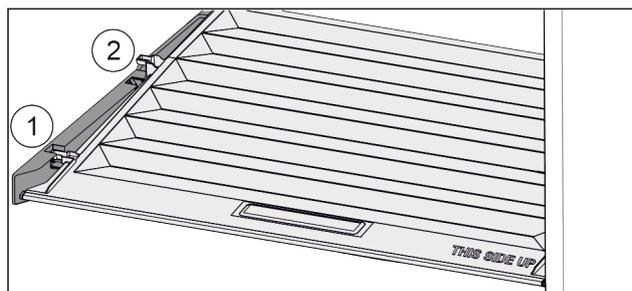

Fig. 161
- ▶ Tirer le couvercle vers l'avant jusque dans l'orifice des pièces de retenue Fig. 161 (1).
- ▶ Le soulever par le bas à l'arrière et le sortir par le haut Fig. 161 (2).